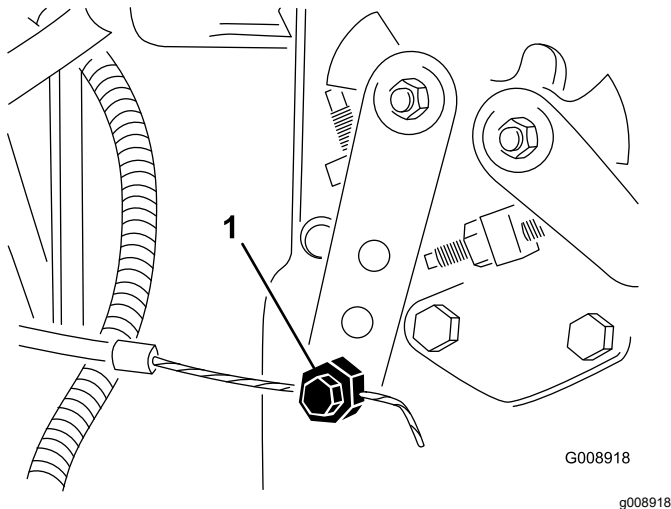

Figura 73
2. Allentate il raccordo del cavo dell'acceleratore sulla leva della pompa di iniezione (Figura 73).